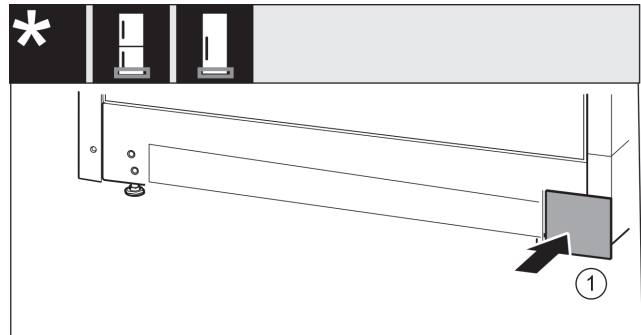

Fig. 33
- ▶ Riapplicare la copertura Fig. 33 (1) sull'altro lato.